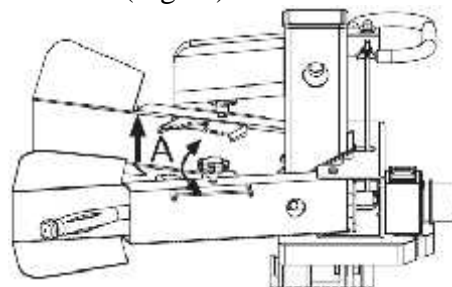

Fig.15
b) Regolare le bracci di sostegno del legno secondo il diametro del ceppo a la meggior posizione di lavoro delle leve di comando. (Fig.15, A).